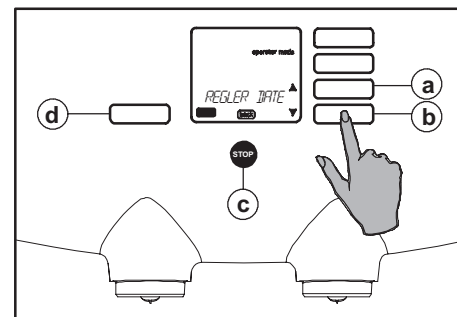

Fig. 55 Réglage de la date
5. Utilisez les boutons de défilement $\updownarrow$ jusqu'à ce que l'option "RÉGLER DATE" apparaisse à l'écran (fig. 55 a ou b).
6. Appuyez sur le bouton Enter (fig. 55 d). L'écran affiche : "JOURNÉE".
7. Appuyez de nouveau sur le bouton Enter (fig. 55 d).
8. Sélectionnez le jour correct (du lundi au dimanche) avec les boutons de défilement $\updownarrow$ (fig. 55 a ou b).
9. Appuyez sur le bouton Enter (fig. 55 d) pour confirmer le paramètre. L'écran affiche : "JOURNÉE" de nouveau.
- Appuyez trois fois sur le bouton Stop (fig. 55 c) pour quitter la programmation ;
- ou utilisez les boutons de défilement $\updownarrow$ (fig. 55 a ou b) pour sélectionner les options "JOUR, MOIS ou ANNÉE", si vous souhaitez également les modifier.
11. Appuyez sur le bouton Enter (fig. 55 d) et utilisez les boutons de défilement $\updownarrow$ (fig. 55 a ou b) pour modifier le jour (1-31), le mois (1-12) ou l'année.
12. Appuyez sur le bouton Enter (fig. 55 d) pour confirmer le paramètre.
13. Ensuite, appuyez sur le bouton Stop (fig. 55 c), une fois si vous souhaitez également modifier "L'HEURE", ou trois fois pour quitter la programmation.
14. Après avoir appuyé une fois sur le bouton Stop, l'écran affiche : "RÉGLER DATE" (fig. 55 c).